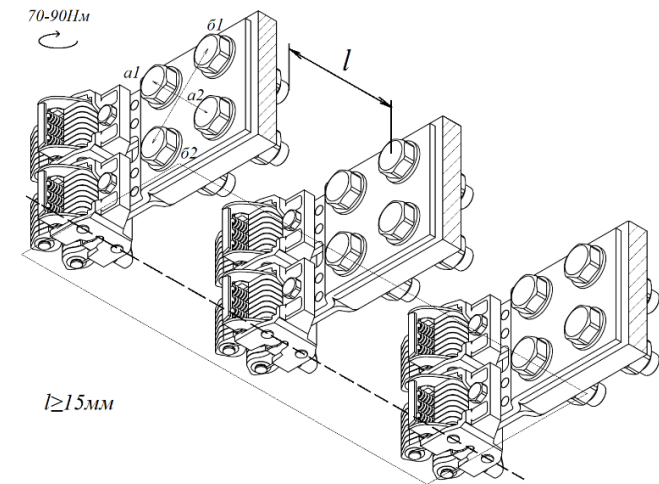

Рис. 4
2.5 Установите и визуально выставите контакты так, чтобы они находились в одной плоскости, параллельной направлению вкатывания (рисунок 4).
Затяните гайки. Затяжку резьбовых соединений следует проводить по диагонали: a1-a2, b1-b2 (рисунок 4) с рекомендуемым усилием 70-90Нм.